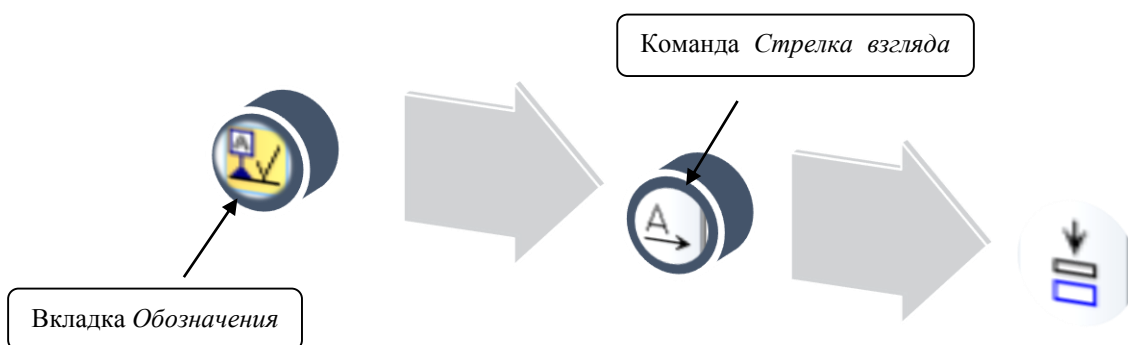

Рисунок 37 – Создание вида по стрелке
- на вкладке *Обозначения* выбрать команду *Стрелка взгляда* и создать её на чертеже (рисунок 37);